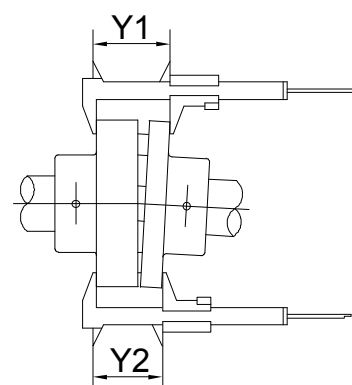

Fig. 22
- 10 - Controllare l'allineamento angolare con un calibro a corsoio misurando in vari punti la dimensione esterna del giunto (vedere la fig. 22). Determinare il valore massimo e quello minimo e se la loro differenza supera il valore di "Y" (Y1 - Y2) elencato nella tab. 2 occorre riallineare il gruppo come eventualmente fatto in precedenza (N.B.: i valori ottimali sono la metà di